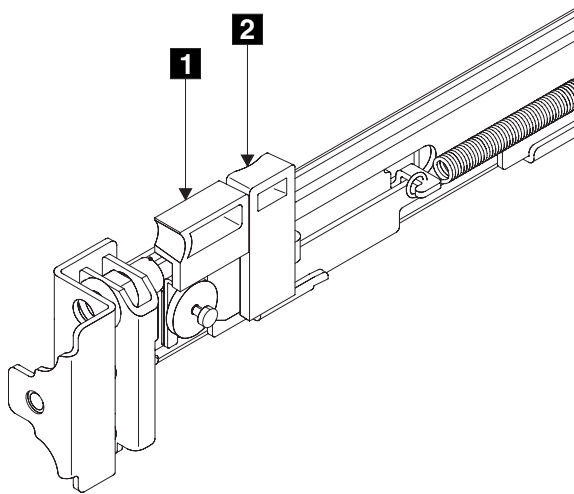

図 91. ラッチ・ロック・キャリアを引っ込める
2. ラッチ・レバー **1** (図 91 参照) の側面に人差し指を置き、親指をラッチ・ロック **2** の前面にあてます。